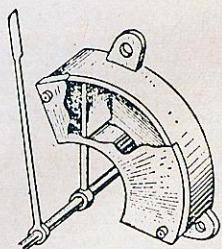

Figura 7
b) Amortecimento a ar (figura 7)